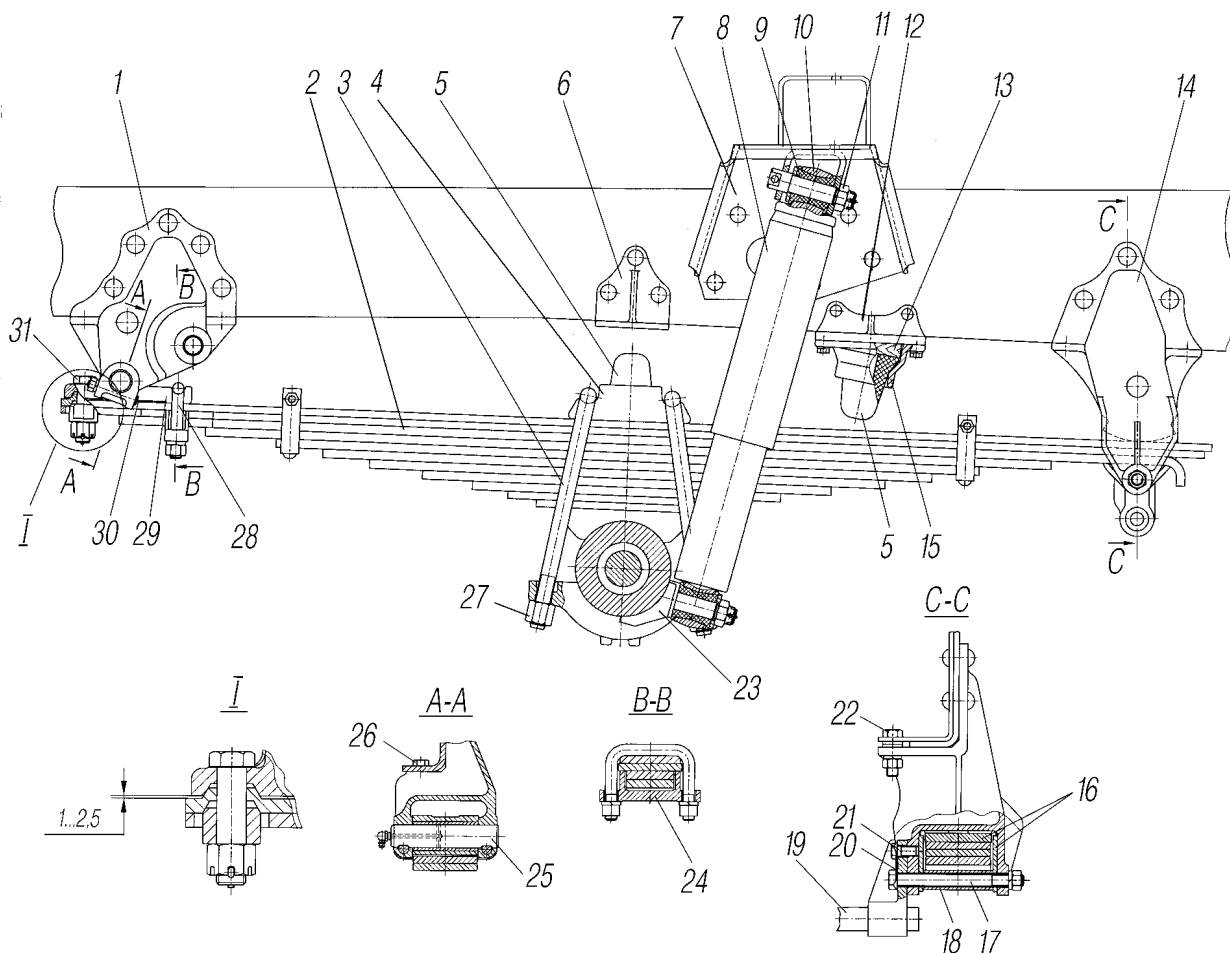

Рис. 12. Подвеска передняя:
**Передняя подвеска** (рис. 12) состоит из двух продольных полуэллиптических рессор, работающих совместно с гидравлическими амортизаторами телескопического типа двухстороннего действия. Верхние проушины амортизаторов через резиновые втулки прикреплены к кронштейнам 7, прикрепленным к лонжеронам рамы, нижние проушины – к кронштейнам 23, приваренным к картеру моста.
Гайки стремянок 28 (см. рис. 12) крепления накладного ушка передней рессоры затягивайте в следующей последовательности: затяните гайку на одной ветви стремянки ушка моментом 100-140 Н.м (10-14 кгс.м), затем гайку на второй ветви моментом 180-220 Н.м (18-22 кгс.м) и дотяните этим же моментом первую гайку. Несоблюдение порядка затяжки гаек может привести к деформации накладки и стремянок ушка.